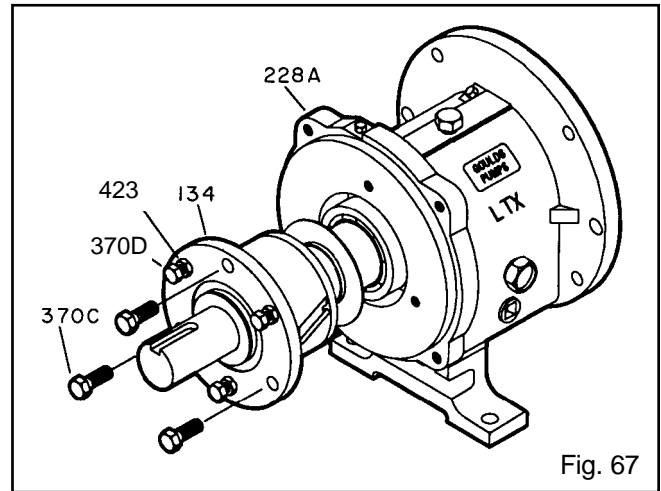

Fig. 67
1. Quite los tornillos de abrazadera (370C). Retroceda las contratuercas (423). Apriete los tornillos de levantamiento (370D) en forma pareja, esto comenzará a retirar la caja de los cojinetes (134) fuera del bastidor de los cojinetes (228A) (Fig. 67).